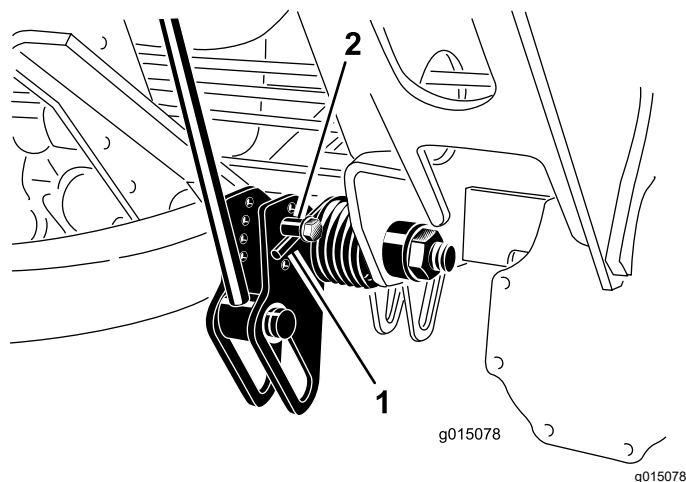

图 38
2. 将一个管子或类似物体插入长弹簧一端并在调节过程中降低弹簧张力 (图 38)。
3. 在降低弹簧张力时拆下将弹簧传动器固定到支架上的螺栓和锁紧螺母 (图 38)。